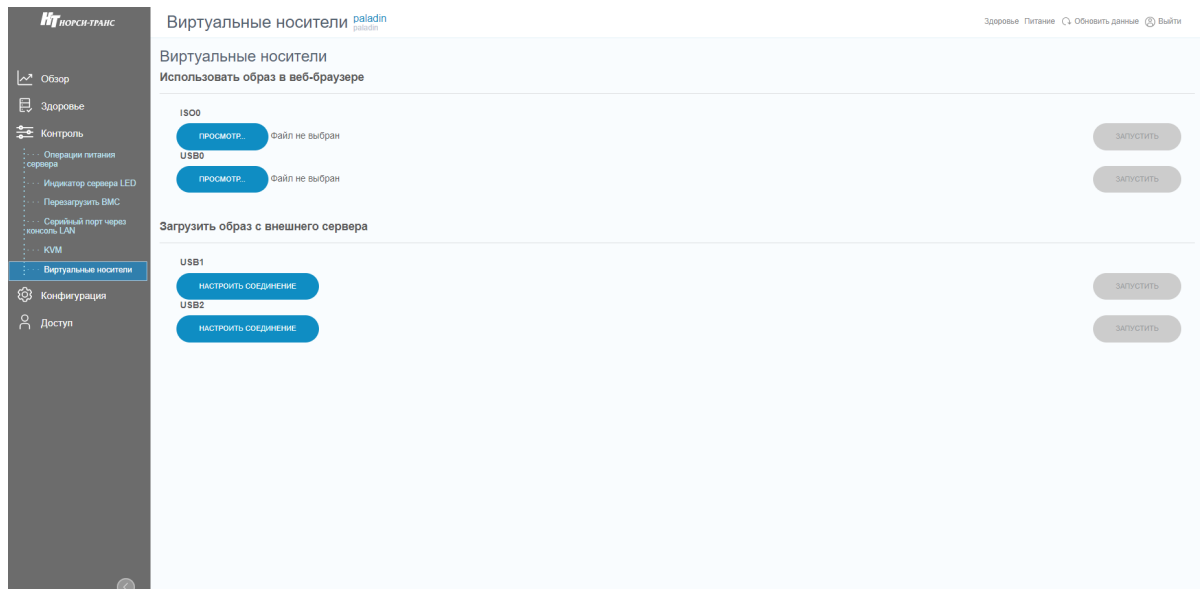

Рис. 73. Окно «Виртуальные носители»
- 7) Пройдите во вкладку «Контроль» → «Виртуальные носители» в данной вкладке осуществляется виртуальное подключение периферийных устройств. Окно показано на рис. 73 Окно «Виртуальные носители».